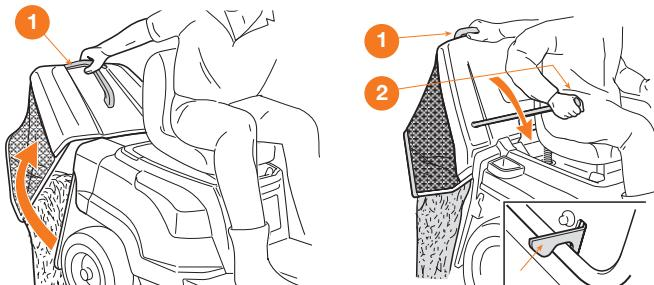

Рис. 15
- Ухватитесь за заднюю ручку ① или используйте рычаг опрокидывания травосборника ② и откиньте контейнер для сбора травы, чтобы его опорожнить (Рис. 15).